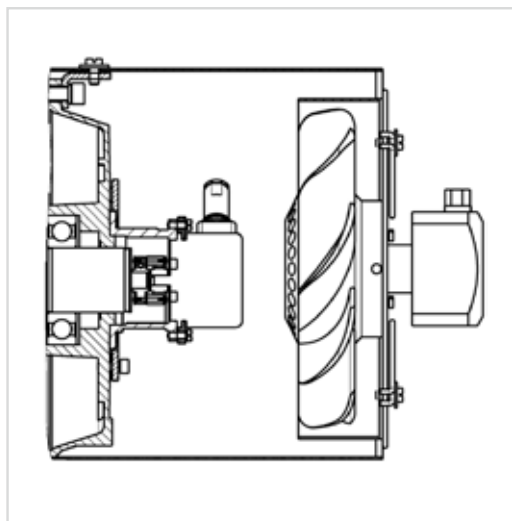

Рис. 5. Двигатели АДЧР112-355 «ДВ»
- с энкодером и принудительной вентиляцией – модификация «**ДВ**» (рис. 5 и 6);